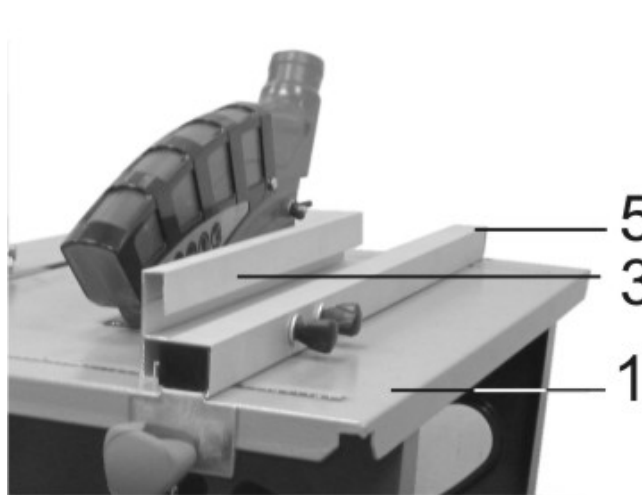

Рис. 11
#### 10.6. Установка параллельного упора на нужный размер (Рис.11)
10.6.1. Установите параллельный упор (5) с закреплённой на нем направляющей (3) по разметке шкалы, нанесённой на рабочем столе (1), см. п.п. 8.10.-8.11., Рис. 11.